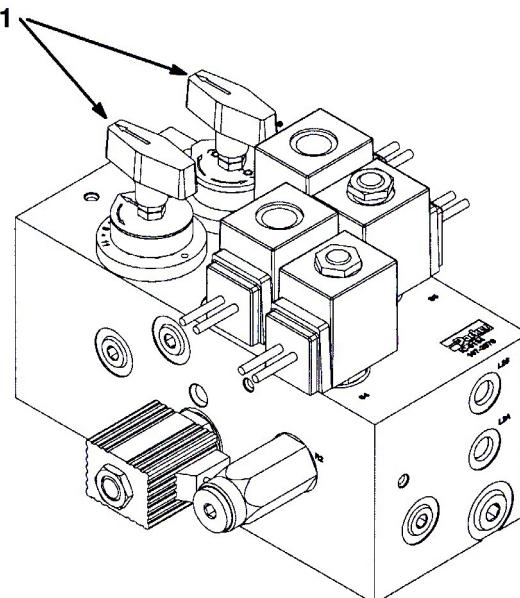

図37
- リールの速度を設定するには、ノブ（図37）を回して、ノブの矢印を、所定の番号に合わせる。